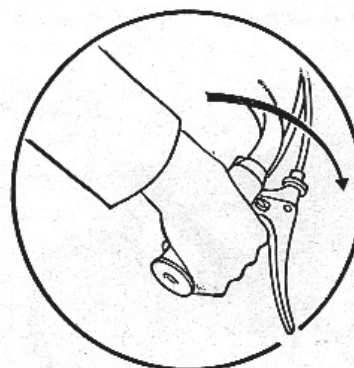

Fig. 1
- 2°) Décompresser en tournant à fond la poignée des gaz vers l'extérieur, et pédaler comme à bicyclette, sur quelques mètres, **en gardant la poignée dans cette position** (Fig. 1).